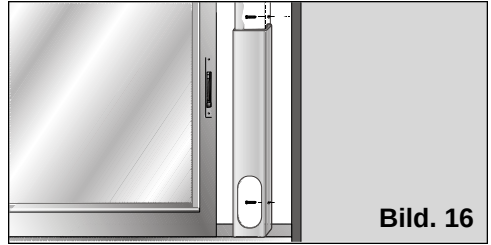

Bild. 16
- För att fästa detta tillbehör på fönstret/dörren har det försetts med två hål. Med hjälp av två skruvar (följer inte med) kan Du fästa tillbehöret på karmen eller väggen utan risk för att tillbehöret rör sig eller faller ner, **Bild 16.**